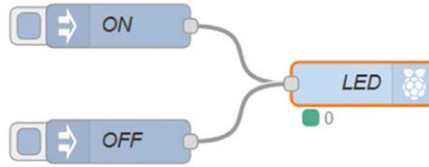

Figure 5.5 Programme de flux du projet
Programme de flux Node-RED : La figure 5.5 montre le programme de flux. Dans ce programme, deux **injecter** les nœuds et une **rpi gpio out** nœuds sont utilisés.
- Raccorder les 3 nœuds ensemble comme indiqué dans la figure 5.5, et cliquer **Déployer**.